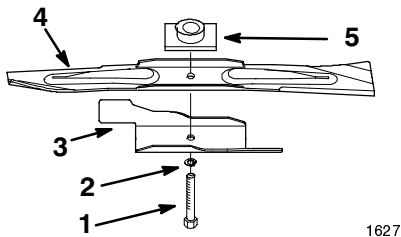

Figure 23
**Note:** Examinez et remplacez l'accélérateur s'il est usé, fissuré ou endommagé (Fig. 23).
2. Enlevez le boulon et la rondelle de blocage, l'accélérateur et la lame (Fig. 23).
1. Placez la lame sur l'axe et le dispositif d'entraînement, les extrémités incurvées dirigées vers la tondeuse, et le dispositif d'entraînement logé dans le creux de la lame (Fig. 23).
2. Montez l'accélérateur, la rondelle et le boulon de lame (Fig. 23).